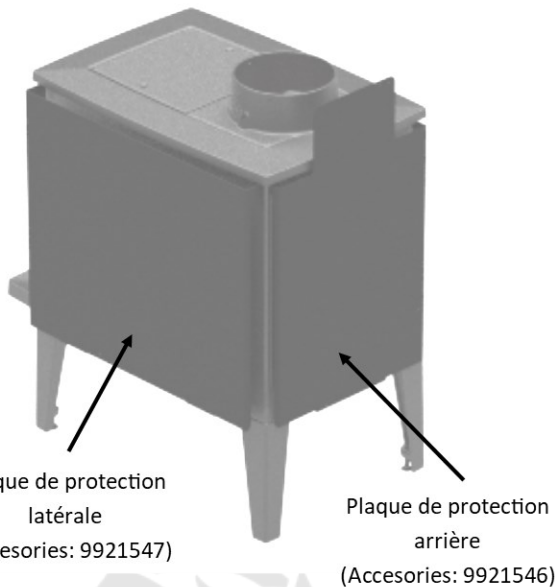

FIG. 3
- ACCESSOIRE : Plaque de protection arrière et latérale. (Non fournie avec le appareil) (Fig. 3)